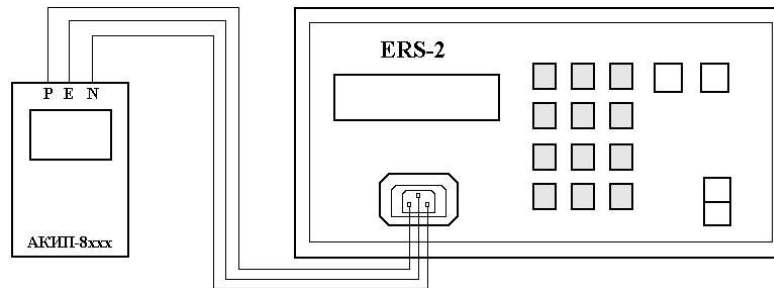

Рисунок 6 – Схема соединения приборов при определении диапазона и основной абсолютной погрешности измерения времени срабатывания устройств защитного отключения
- собрать схему согласно рис. 6;